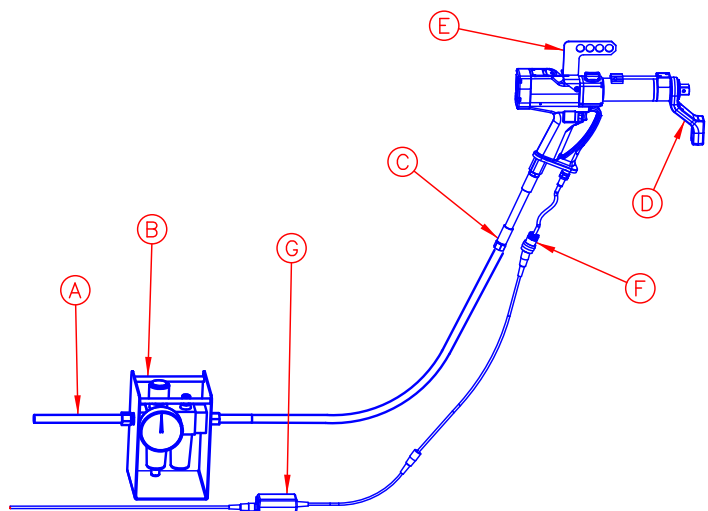

Abb. 1: Anschlüsse
Mit dem Pneutorque® Bügel (Abb. 1-E) kann das Werkzeug an einem Schwinghebel aufgehängt werden. Entfernen Sie den Bügel, wenn er nicht gebraucht wird.
- 2.2 Schließen Sie den Druckluftzufuhrschlauch (Abb. 1-C) am Ausgang der Lubro-Steuereinheit (Abb. 1-B) (Zubehör) an. Beachten Sie dabei die Pfeile für den Luftfluss.
- 2.3 Schließen Sie den Eingang der Lubro-Steuereinheit (Abb. 1-B) über einen Schlauch mit mindestens ½-Zoll Durchmesser (12 mm) an die Druckluftversorgung (Abb. 1-A) an. Ein ½-Zoll Schlauch zwischen der Druckluftversorgung und dem Druckregler darf höchstens 5 m lang sein, da sonst die Leistung des Werkzeugs beeinträchtigt wird.
- 3.1 Schließen Sie das Verlängerungskabel zwischen dem Netzkabel des Werkzeugs (Abb. 1-F) und der Stromversorgung (Abb. 1-G) an.
- 3.2 Schließen Sie das Netzkabel an der Stromversorgung (Abb. 1-G) an. Die LEDs und die Anzeige leuchten für kurze Zeit auf.